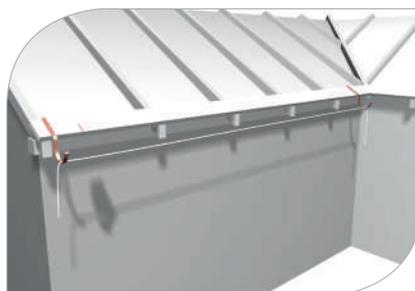

рис. 8
- 3.3 Между крайними кронштейнами натянуть веревку - перепад которой в направлении оттока должен быть ок. 30-ти мм на 10 м (**рис. 8, 9**)